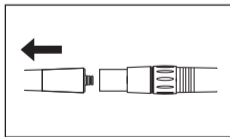

Fig. 19
- 5 Retirez la pièce à main du raccord ou du tuyau (Fig. 19). Procédez à l'entretien du raccord conformément au mode d'emploi du raccord.